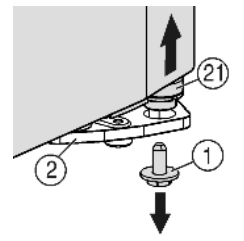

Fig. 6
- ▶ Unten rechts am Lagerbock die Sicherungsschraube Fig. 6 (1) herausdrehen.
- ▶ Der Lagerbolzen Fig. 6 (21) löst sich aus dem Lagerbock Fig. 6 (2).
- ▶ Falls sich der Lagerbolzen Fig. 6 (21) nicht löst, den Bolzen von unten herausdrücken.
- ▶ Sicherungsschraube *Fig. 6 (1)* unten in den Lagerbolzen eindrehen und festziehen **(mit 4 Nm)**.